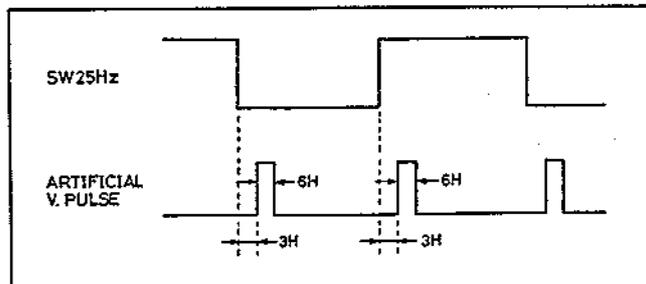

Abb. 5.24 Künstlicher V.SYNC-Impuls
2) Monitor-Abschaltkreis (MONI. CUT, Abb. 5.24) An Stift 3 des IC202 liegt ein "Hi"-Signal an, wenn der vom Systemsteuerkreis kommende und vom Servoschaltkreis oder Monitor-Abschaltsignalanfang erzeugte künstliche V.SYNC-Impuls an den Rauschunterdrücker mit H-Korrelation/Signalausfall-Kompensation (IC203) gelegt wird. Während des Ladens wird deshalb das reproduzierte Signal abgeschaltet. Während des Stillbetriebs wird ein künstlicher V.SYNC-Impuls angelegt um ein Flattern des Bildes zu unterdrücken. Das Videosignal wird an Stift 19 ausgegeben und gelangt über den Schräglauflkorrektur-Schaltkreis (IC201) in den Videoverstärker (IC301: VIDEO AMP). Das Ausgangssignal des Videoverstärkers (VIDEO AMP) gelangt an den EVF- und AV OUT-Anschluß.